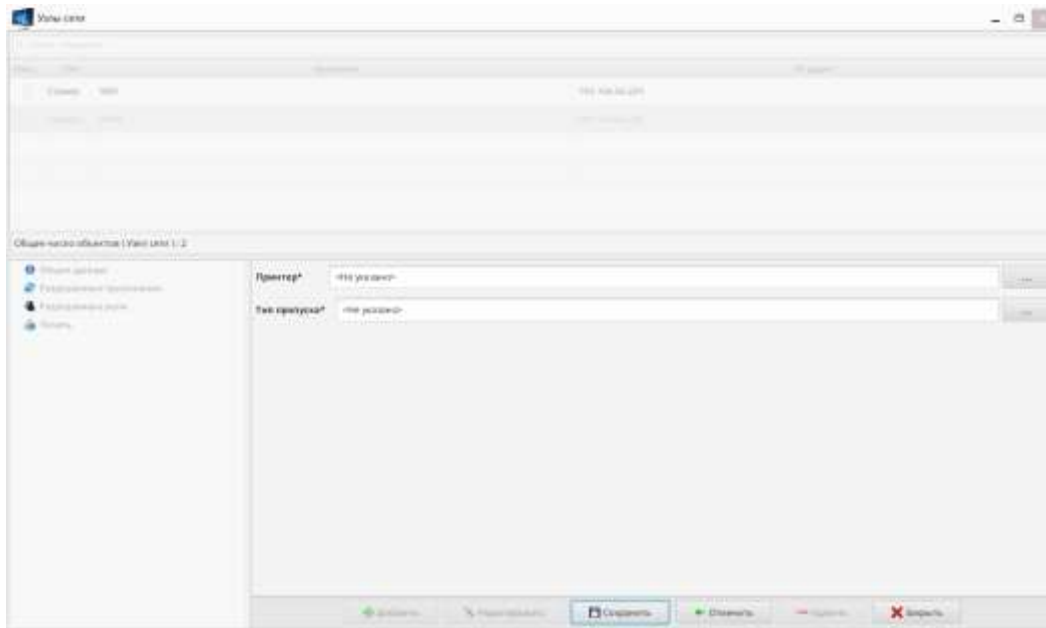

Рис. 31
1) выбрать нужный АРМ в списке «Узлы сети», далее в навигационном дереве выбрать узел «Печать» (Рис. 31);